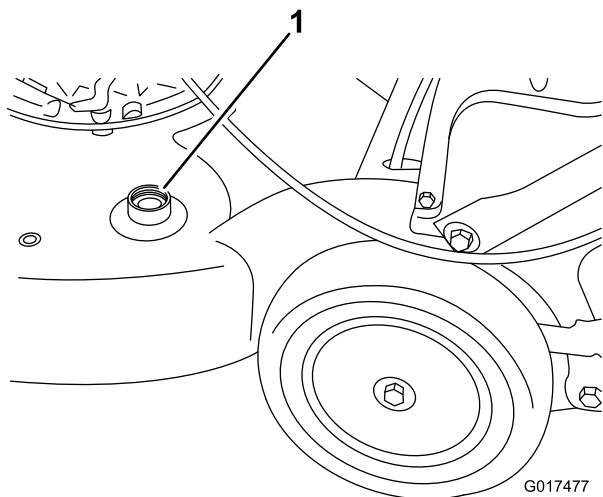

Figura 44
3. Conecte una manguera de jardín que esté conectada a un grifo al orificio de lavado de la máquina (Figura 44).